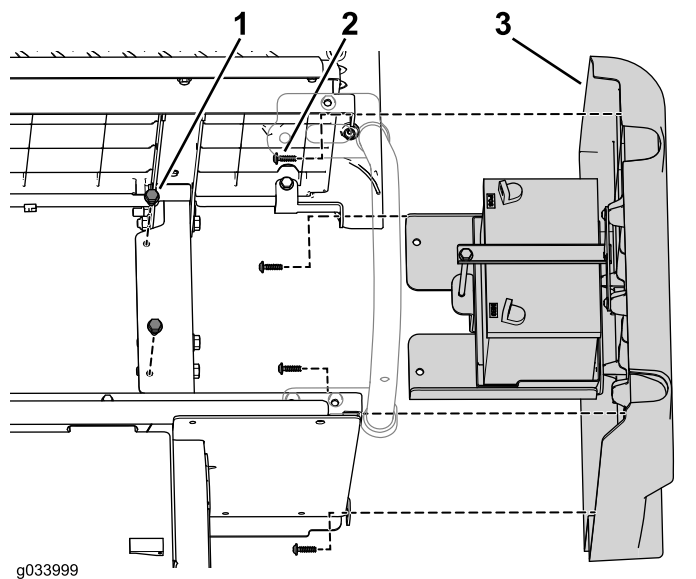

图8
8. 卸下将电池托盘固定到机架的 2 个凸缘头螺栓图8。
9. 拧下将右侧面板固定到下座椅组件的 4 个螺栓图8。
1. 用之前卸下的 4 个螺丝固定右侧面板 图8。
2. 用之前卸下的 2 个凸缘头螺栓将电池托盘固定至机架 图8。